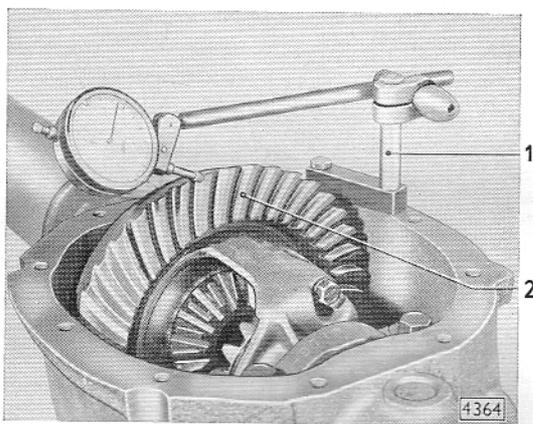

Bild D 37 - Zahnflankenspiel messen
8. Ausgleichgehäuse mehrmals drehen, damit die Kegellager sich setzen, dann Meßuhr mit Halter S-9, wie in Bild D 37 gezeigt, anbauen. Fühlstift der Meßuhr in Drehrichtung des Tellerrades am äußeren Ende eines Tellerradzahnes ansetzen, wobei der Stift senkrecht auf dem Zahn stehen muß.